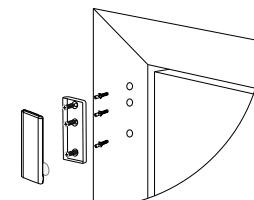

Figure 5: Pose de la vis de l'appareil
- Visez le socle de l'appareil sur le dormant. Voir la Figure 5.